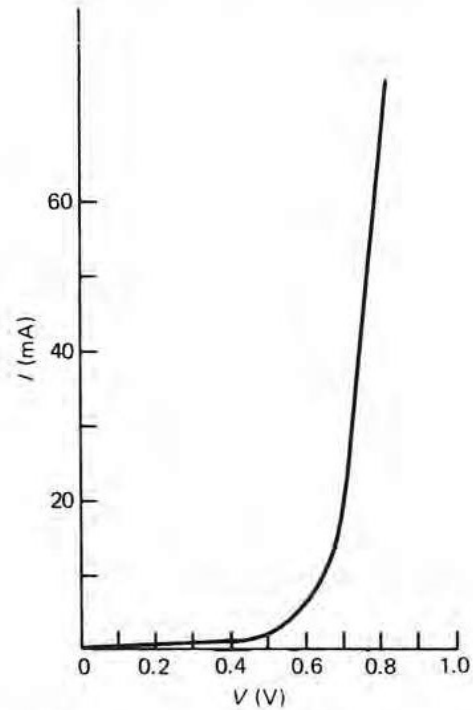

Figura 1-6. Características volt-ampers en polarización directa de un diodo de unión de silicio.
La característica de voltaje y corriente (características volt-ampers) se representa en una gráfica que muestra la variación de la corriente en dicho diodo en relación con el voltaje aplicado. Para determinar lo anterior de manera experimental, se mide la corriente de diodo correspondiente a una cantidad sucesiva de voltajes cada vez mayores y se traza una gráfica de la corriente en función del voltaje. El estudiante observará que hay muy poco flujo de corriente en el diodo cuando el nivel de voltaje aplicado es bajo. Por lo tanto, para una polarización directa menor a los 0.7 volts (V), el diodo de silicio atrae poca corriente. En el caso de voltajes de polarización directa iguales o mayores que 0.7 V, el diodo se activa y permite el flujo de la corriente. Asimismo, para valores mayores de 0.7 V, un pequeño aumento del voltaje de polarización directa da por resultado un incremento considerable en la corriente del diodo. En la figura 1-6 se muestra la característica volt-corriente en polarización directa típicas de un diodo de silicio.